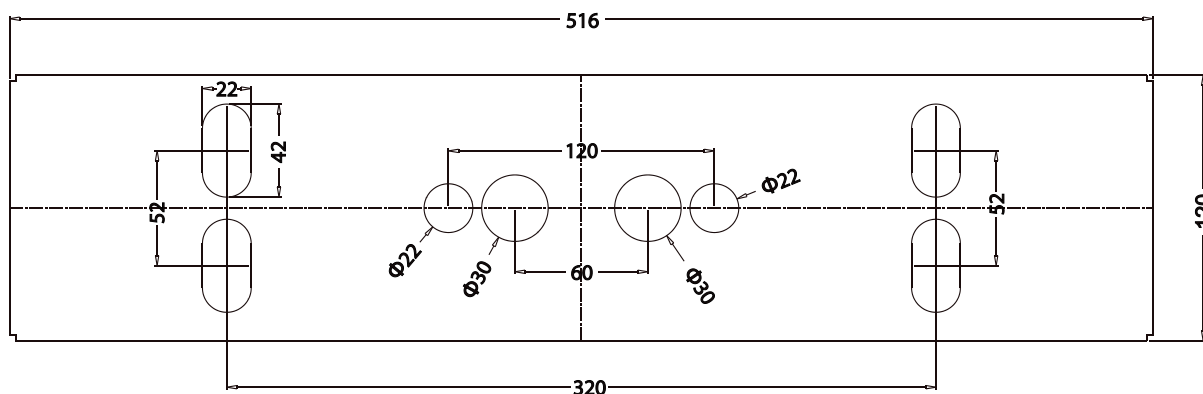

Рис. 3-3
На нижней панели имеются входы для кабелей, как показано на Рис. 3-3. Единицы всех данных - миллиметры. Провод питания и связи должен проходить через входное отверстие. Рекомендуется использовать кожухи для защиты кабеля, если он монтируется на поверхность.
1. Просверлите отверстия. Просверлите отверстия в соответствии с расположением отверстий, как показано на Рис. 3-3.